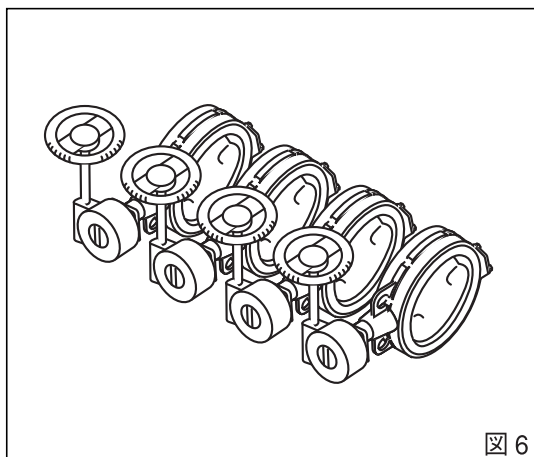

図6
- 開梱保管：開梱された状態で保管される場合は、本体および駆動部に無理な力がかからない状態で保管ください。また、必ずシートをかけ、ホコリなどを防いでください。（図6）